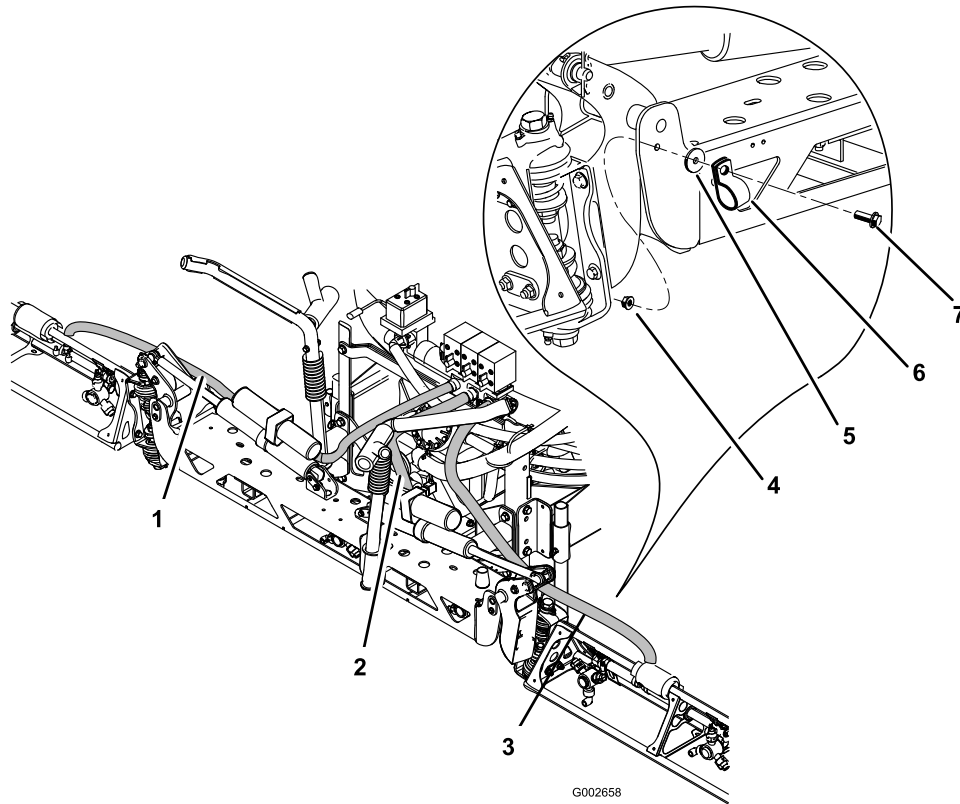

Bild 30
1. Verlegen Sie die Auslegerschläuche wie in Bild 30 dargestellt.
Kopfschraube, einer Scheibe und einer Mutter, siehe Bild 30.